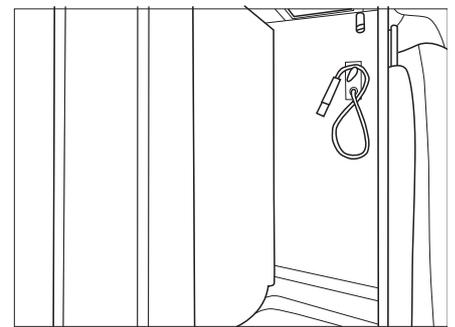

Bild 75 Dusche (Abbildung ähnlich)
Das Badezimmer unterteilt sich in zwei Bereiche. Bild 74 zeigt die Toilette mit Waschbecken, Bild 75 zeigt die Dusche im Badezimmer.
- Schwenkwand linker Anschlag für die Benutzung der Dusche, siehe Bild 75